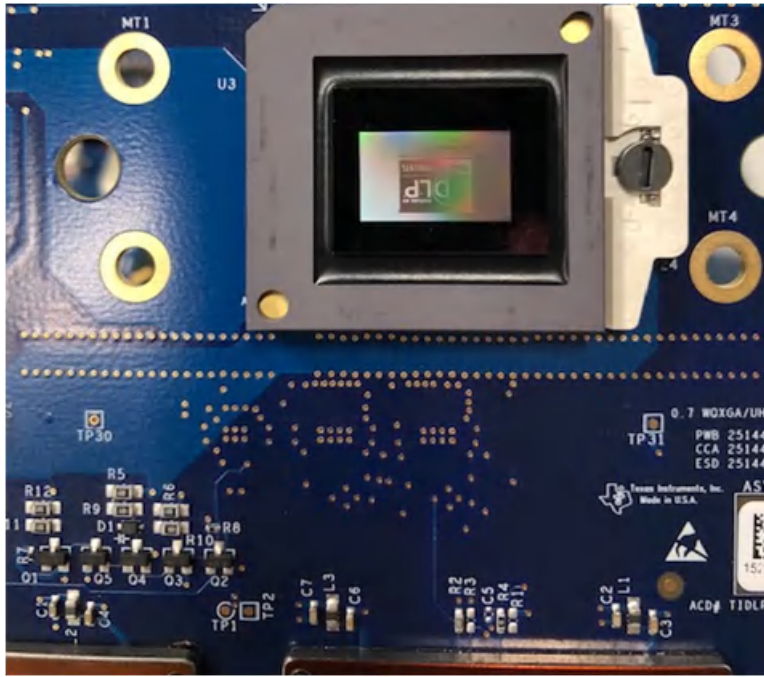

图 3-12. DMD 上显示的启动图像
- f. 移除跳线后，重新启用 DLPC4420AEVM 的电源。将 SW1 切换至 **打开** 位置。几秒钟后出现一个红色 LED。红色 LED 关闭，绿色 LED 开始闪烁。在闪烁的 LED 出现后，DMD 上会显示 DLP 德州仪器 (TI) 标识几秒钟，并与图 3-12 中显示的一样或类似。